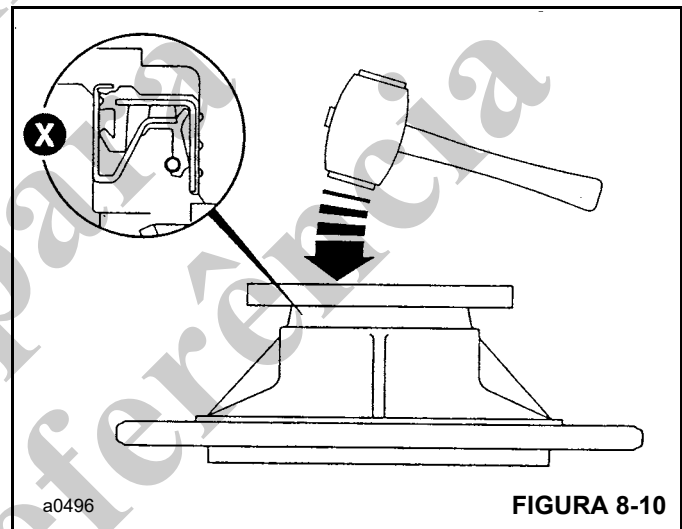

FIGURA 8-10
5. Utilizando a chave do engate de acionamento, Figura 8-10, aperte a porca com um torque de 250 Nm (184 lb-pé).
Não lubrifique antes de instalar. Insira a vedação diretamente no transportador do rolamento **8** até que o lábio de posicionamento esteja nivelado, como mostrado em **X**, Figura 8-10.